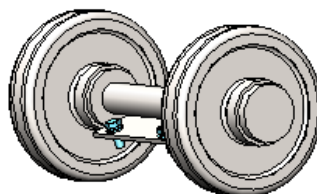

Рисунок 5.52. Внешний осмотр поддерживающего катка
- ▶ Провести визуальный осмотр, рис. 5.52. Не допускается течи масла из-под боковых крышек;